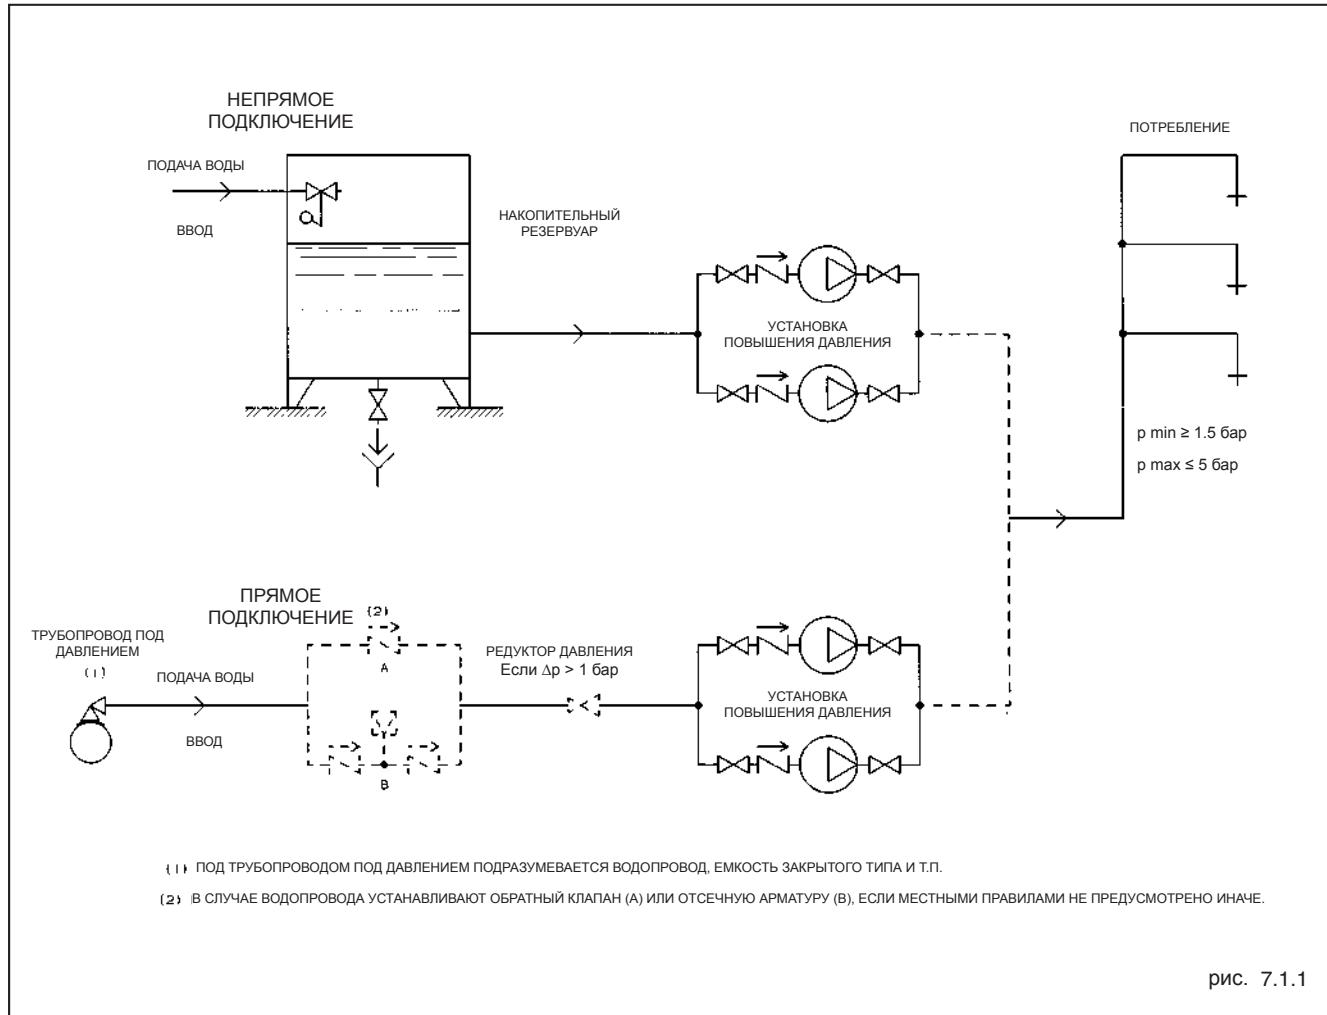

рис. 7.1.1
1. Между водопроводным вводом и насосной установкой устанавливают приёмный резервуар (непрямое подключение, рис. 7.1.1).
2. Насосную установку подсоединяют непосредственно ко вводу (прямое подключение, рис. 7.1.1).